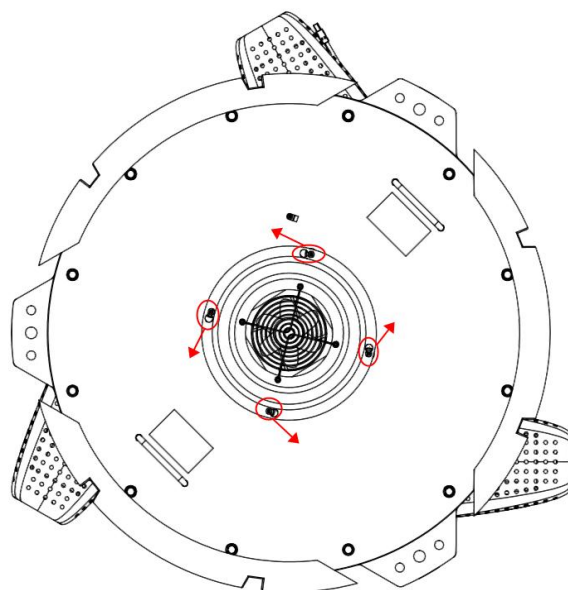

图 4-28 顶盖风扇组件拆卸螺钉
**步骤2** 用 3mm 的内六角扳手拆卸固定风扇组件的 4 颗平圆头内六角螺钉，并取下，如图 4-28 所示。